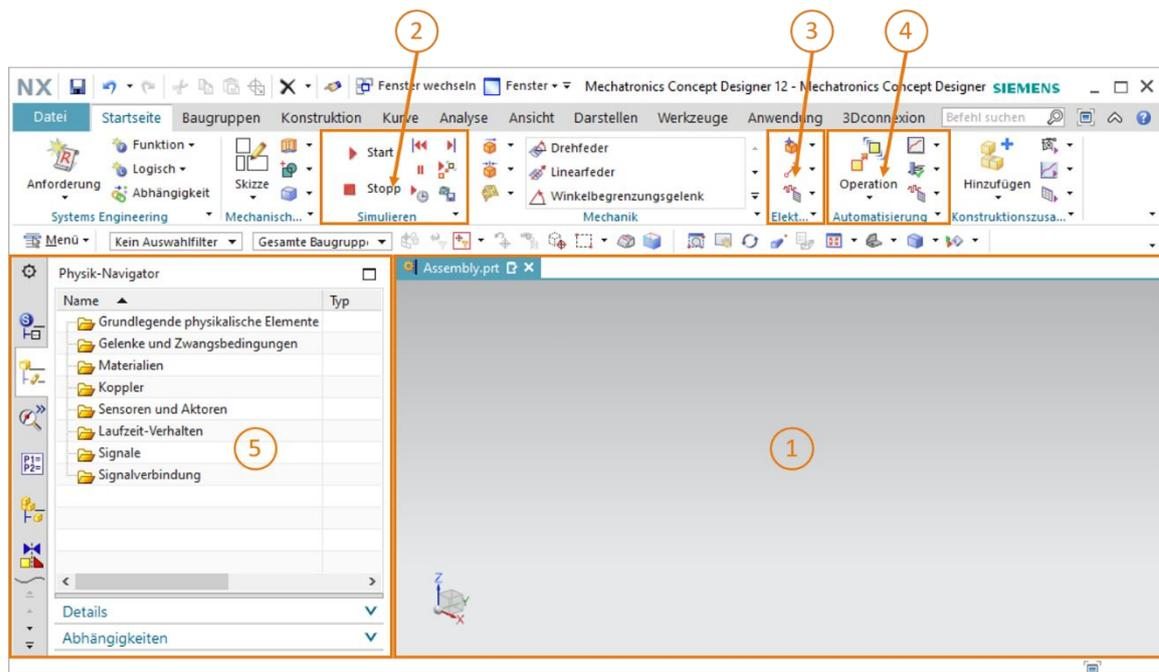

Abbildung 2: Anwendung "Mechatronics Concept Designer" in NX mit Kennzeichnungen zur Erläuterungen der Bereiche im Text
Die Arbeitsoberfläche von Mechatronics Concept Designer ist in Abbildung 2 dargestellt. Zum Öffnen dieser Anwendung in NX suchen Sie über die bereits bekannte Befehlsuche, im oberen rechten Bildschirmteil, nach der Anwendung "**Mechatronics Concept Designer**".
- Im zentralen Bildschirm (siehe Abbildung 2, Bereich 1) befindet sich die dreidimensionale Arbeitsoberfläche, worüber Sie die Funktionsweise Ihres dynamischen 3D-Modells im Zusammenspiel mit der virtuellen SPS während einer Simulation nachverfolgen können.
- Im mittleren Teil der Menüleiste (siehe Abbildung 2, Bereich 2) können Sie die Simulation Ihres Modells steuern. Von diesen Funktionen werden Sie in Kapitel 7.3 Gebrauch machen.
- Die Signal-Eigenschaften aus dem Bereich der Elektrik finden Sie in der Menüleiste direkt neben den dynamisch-mechanischen Eigenschaften (siehe Abbildung 2, Bereich 3). Hier können Sie Signale und Tabellen erstellen. Einige der Befehle werden im Folgenden kurz erläutert.
- Die Signal-Eigenschaften aus dem Bereich der Automatisierung finden sich ebenfalls in der Menüleiste von MCD (siehe Abbildung 2, Bereich 4). Hier sollen sie die folgende Eigenschaft nutzen:
- Über die Ressourcenleiste auf dem linken Bildschirmteil (siehe Abbildung 2, Bereich 5) im MCD ist unter anderem der Physik-Navigator abrufbar. Dort werden Ihre Signale und Verbindungen hinterlegt.